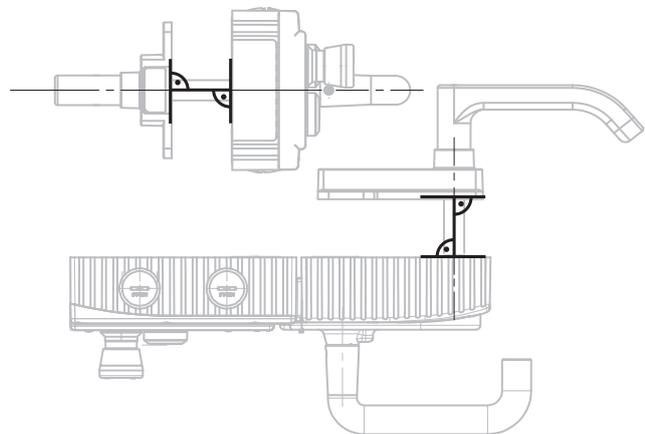

Bild 7: Montagebeispiel für rechts angeschlagene Tür (Übersichtsdarstellung)
- › Achse der Fluchtriegelung im rechten Winkel zum Griffmodul ausrichten. Siehe Bild 4 und Bild 7.
Montageschritte siehe *Bild 7* und *Bild 8* bis *Bild 13*.